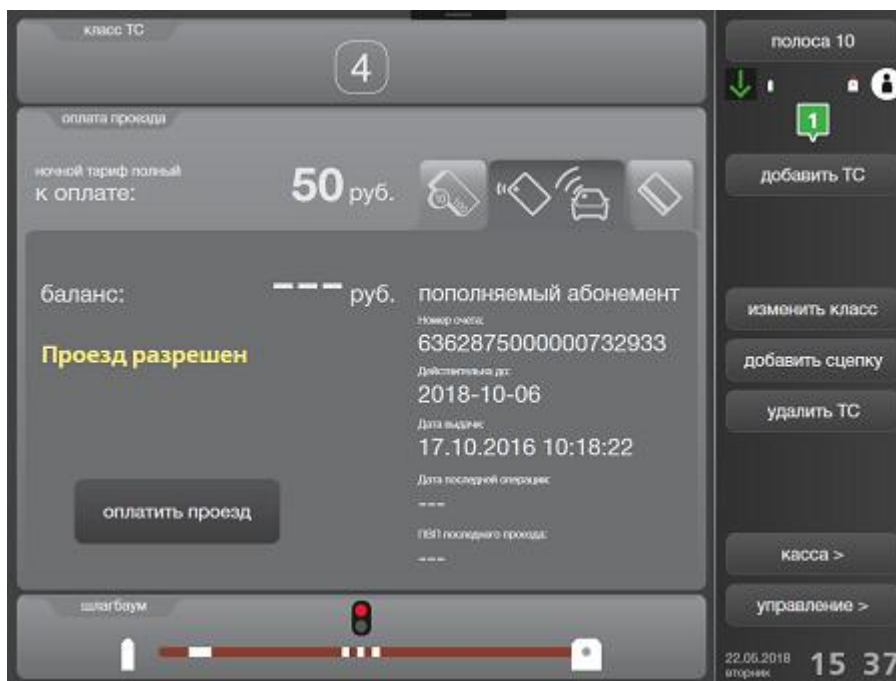

Рисунок 106. Оплата проезда по транспондеру:
- 1) Если штрих-код транспондера прочитан, и проезд по нему разрешен, будет произведена оплата, откроется окно с информацией по транспондеру (рис. 106).
Содержащаяся в данном окне информация содержит следующую информацию по транспондеру (рис. 106):